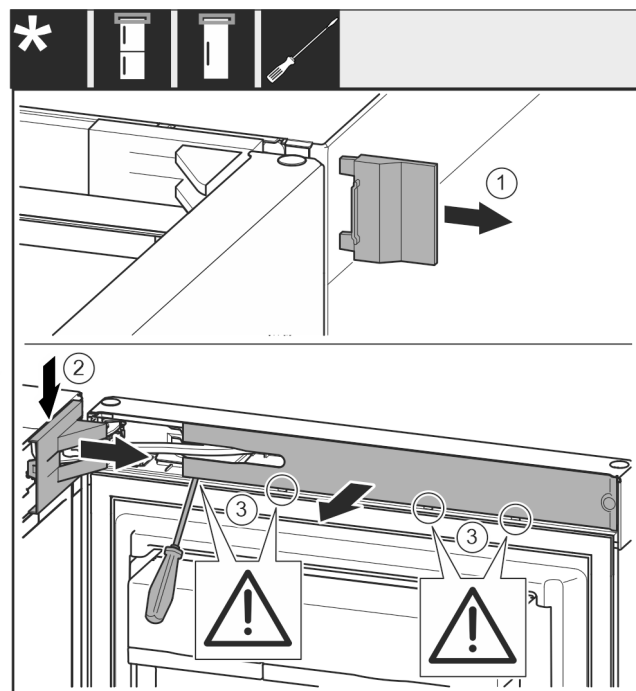

Fig. 8
- ▶ Abdeckung Fig. 8 (1) abnehmen.
- ▶ Lagerbockabdeckung Fig. 8 (2) ausrasten und lösen.
- ▶ Lagerbockabdeckung Fig. 8 (2) abnehmen.
- Blende Fig. 8 (3) mit Schlitzschraubendreher ausrasten und zur Seite schwenken.